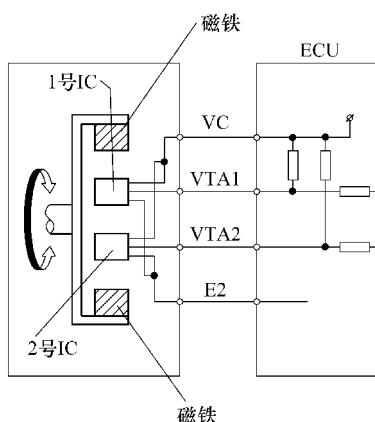

图 5-40 TP 传感器结构与原理
(1) 功用 节气门位置 (TP) 传感器安装在节气门体总成上, 用来检测节气门的开度位置及大小, 通过电路把这些信号传递给汽车上的 ECU, 然后 ECU 通过 TP 信号判断燃油喷油量。
(2) 原理 在节气门关闭时, TP 传感器输出电压降低; 节气门打开时, TP 传感器输出电压增加。ECU 根据 TP 传感器电压信号计算节气门开度, 并控制发动机怠速。
**学习提示:** TP 传感器有两个传感器电路, 如图 5-40 所示。它们分别发送 VTA1 和 VTA2 信号。VTA1 用来检测节气门开度, VTA2 用来检测 VTA1 的故障。传感器信号电压在 0~5V 之间变化, 其变化幅度与节气门的开度成比例, 信号将被发送到 ECU 的 VTA 端子。